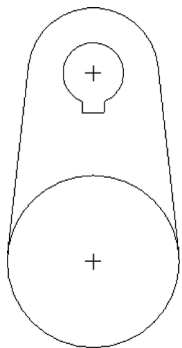

图 3-59 打开模型文件
STEP 01 单击快速访问工具栏中的“打开”按钮, 打开模型文件, 如图 3-59 所示。